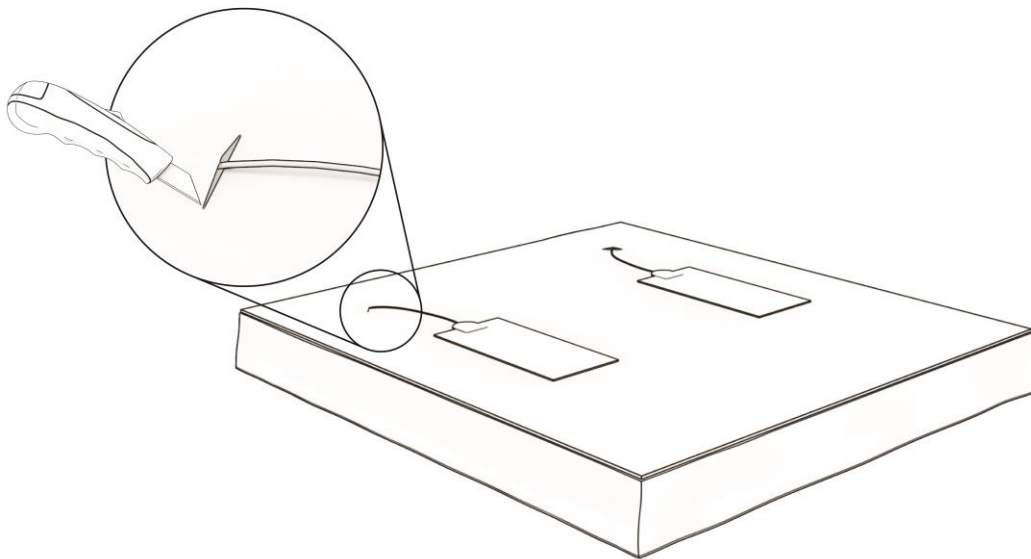

Abbildung 11: Installieren der Isoliermatte, Positionieren der Heizelemente und Schneiden der Schlitzte in die Isoliermatte.
Schritt 12. Dieser Schritt ist nur dann erforderlich, wenn Sie eine zusätzliche Isoliermatte gekauft haben. Wenn Sie diese nicht haben, fahren Sie bitte direkt mit Schritt 13 fort. Falls Sie eine Isoliermatte haben, müssen Sie die 1 cm dicke Schaumstoff-Isoliermatte auf Boden des Bezuges legen, wie in Abbildung 11 dargestellt. Legen Sie die Heizelemente nicht, wie im vorherigen Schritt gezeigt, auf den Boden des Bezuges, sondern legen Sie die Heizelemente auf die Isoliermatte, wie in Abbildung 11 dargestellt. Schneiden Sie Schlitzte in die Isoliermatte in Höhe der Schlitzte im Boden des Bezuges und führen Sie die Heizelementkabel durch diese Schlitzte in der Isoliermatte, im Bezug und durch die Löcher in den Bodenplatten.